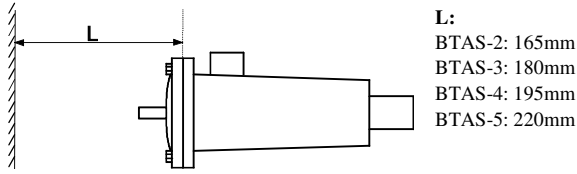

Fig. 1
- Voorzie voldoende vrije ruimte aan de flenszijde zodat het binnengedeelte in zijn geheel verwijderd kan worden (Fig.1).
Разрешается устанавливать на достаточном расстоянии от препятствия для замены сердечника(ов). (Fig. 1).